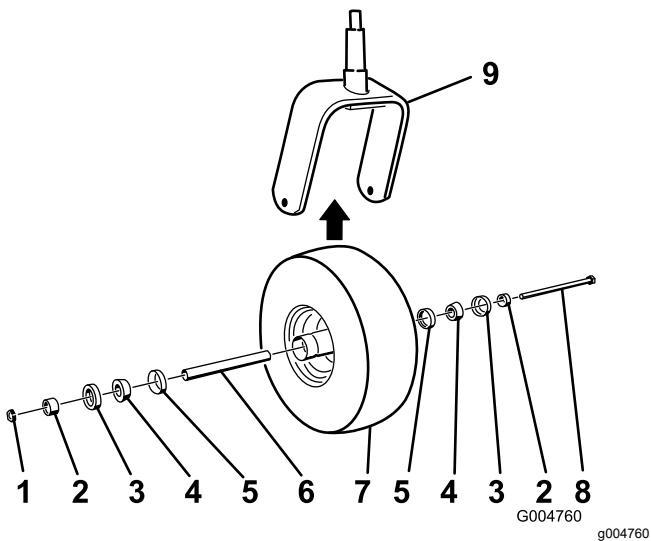

Figure 80
2. Retirez le contre-écrou du boulon (Figure 80).
5. Montez la roue pivotante en poussant les roulements à rouleaux coniques et les joints, garnis de graisse, dans le moyeu, en les positionnant comme indiqué à la Figure 80.